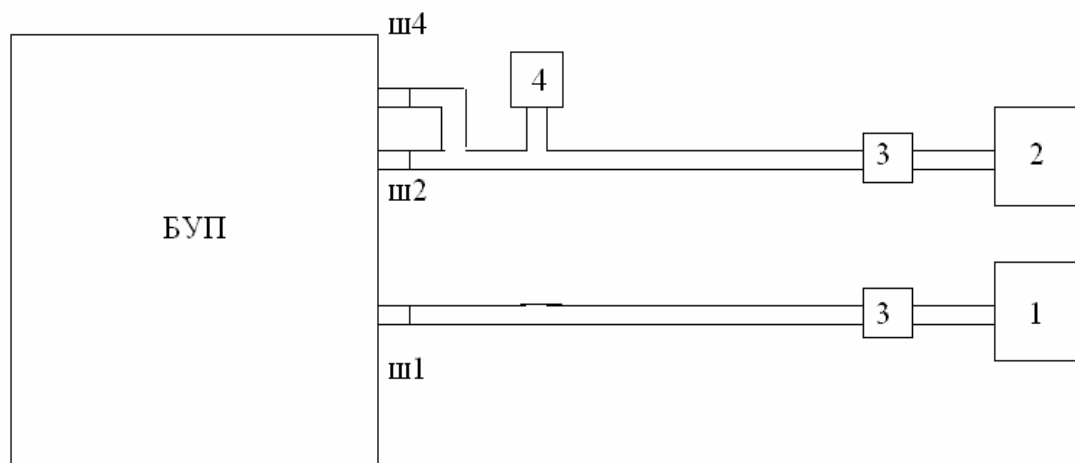

Рисунок 2. Схема подключения баллонов с исходным и нулевым газом или азотом к БУП
2.3.3 Подключить ко входному штуцеру ш1 на задней стенке БУП баллон с исходным газом через вентиль плавной регулировки, как показано на рис. 2.
2.3.4 Подключить с помощью тройника к входным штуцерам ш2 и ш4 на задней стенке БУП баллон с нулевым газом или азотом под давлением через вентиль плавной регулировки и тройник с выходом на индикатор расхода, как показано на рис. 2.